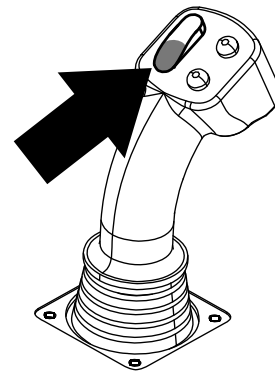
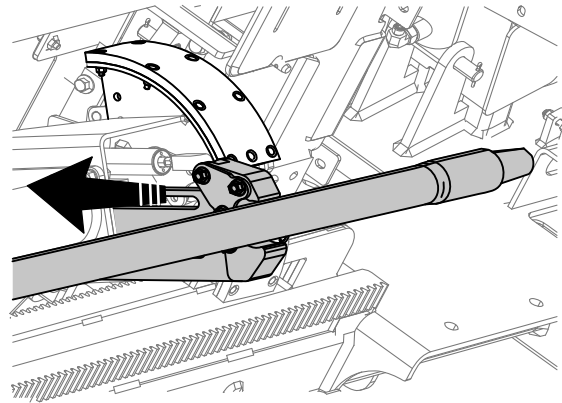

Bild 14
Bild 15
- Halten Sie den unteren Teil des Kippschalters (**Bild 14**), bis die Arme ganz eingezogen sind (**Bild 15**).